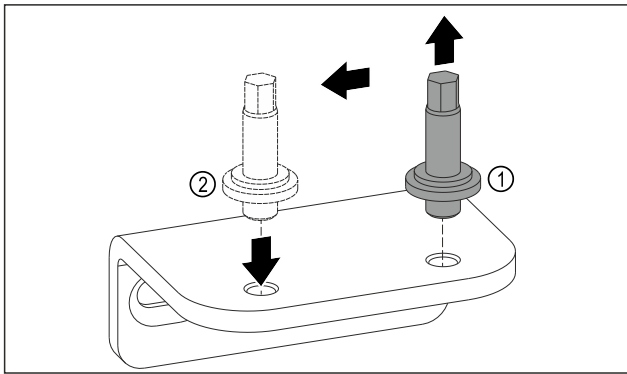

Fig. 20
- Dévisser l'axe du support de palier inférieur avec une clé mâle coudée pour vis à six pans creux de 5. Fig. 20 (1)
- Placer l'axe du côté opposé. Fig. 20 (2)